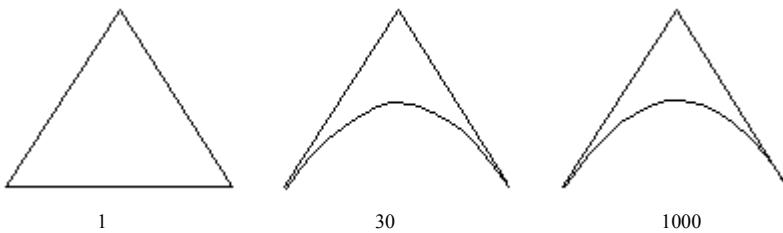

图 5.4.12 三角形网格 Jacobian Ratio
- 对于三角形单元，每个三角形的中间点都在三角形边的中点上，那么此时 Jacobian Ratio 为 1，图 5.4.12 所示的是 Jacobian Ratio 为 1、30、1000 时的三角形网格。